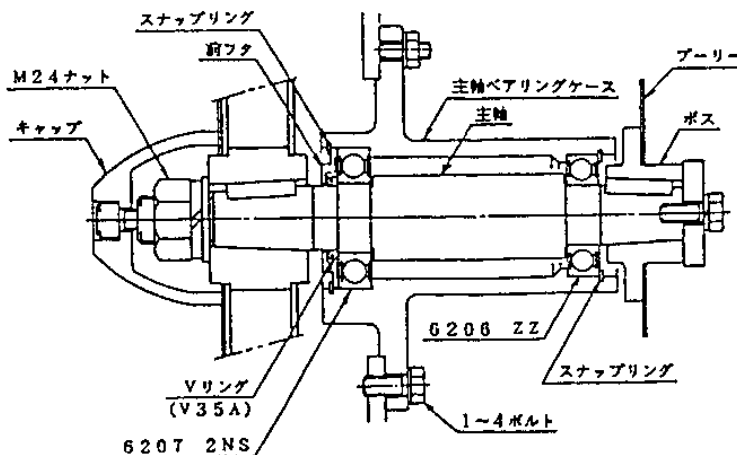

図 9-6
- ・ 両側のスナップリングを取り外し、ベアリング押さえ板を取り、木の上などに主軸の軸端を突くように落とせば抜くことができます。(図 9-6)